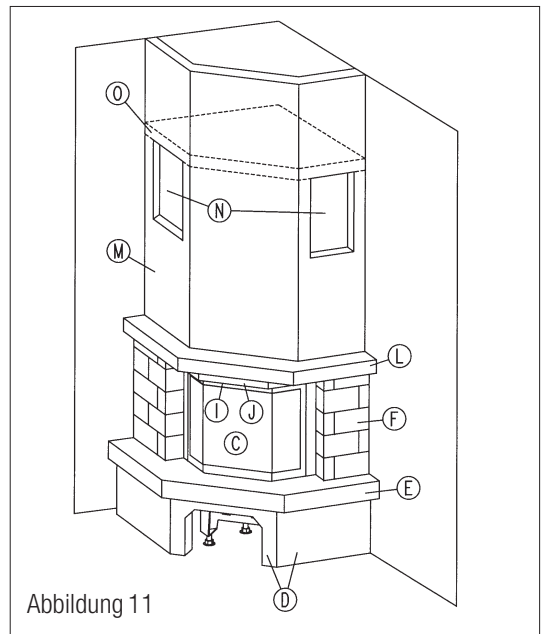

Abbildung 11
- 13.4 Legen Sie dann die Promasilplatten der Zwischendecke auf das Schürzenunterteil sowie auf die hinteren Dämmplatten bündig und waagrecht auf. Die Einzelteile der Zwischendecke müssen dicht miteinander verklebt sein! Auf die Zwischendecke setzen Sie die Schürze weiter bis zur Zimmerdecke. **(Abb. 11)**